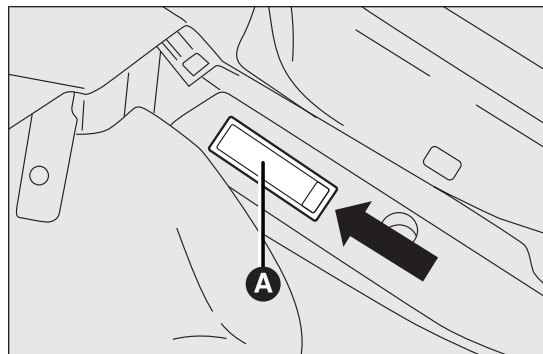

fig. 122
- à l'aide du tournevis fourni, extraire le plafonnier A fig. 122 en agissant sur le point indiqué par la flèche ;